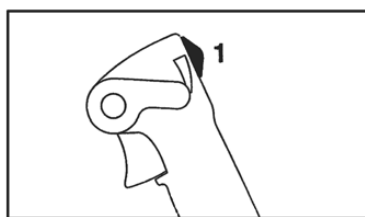

Figura 3
- Posicione o “Pino de parada” (1) para a posição **ON**. (Figura 3).